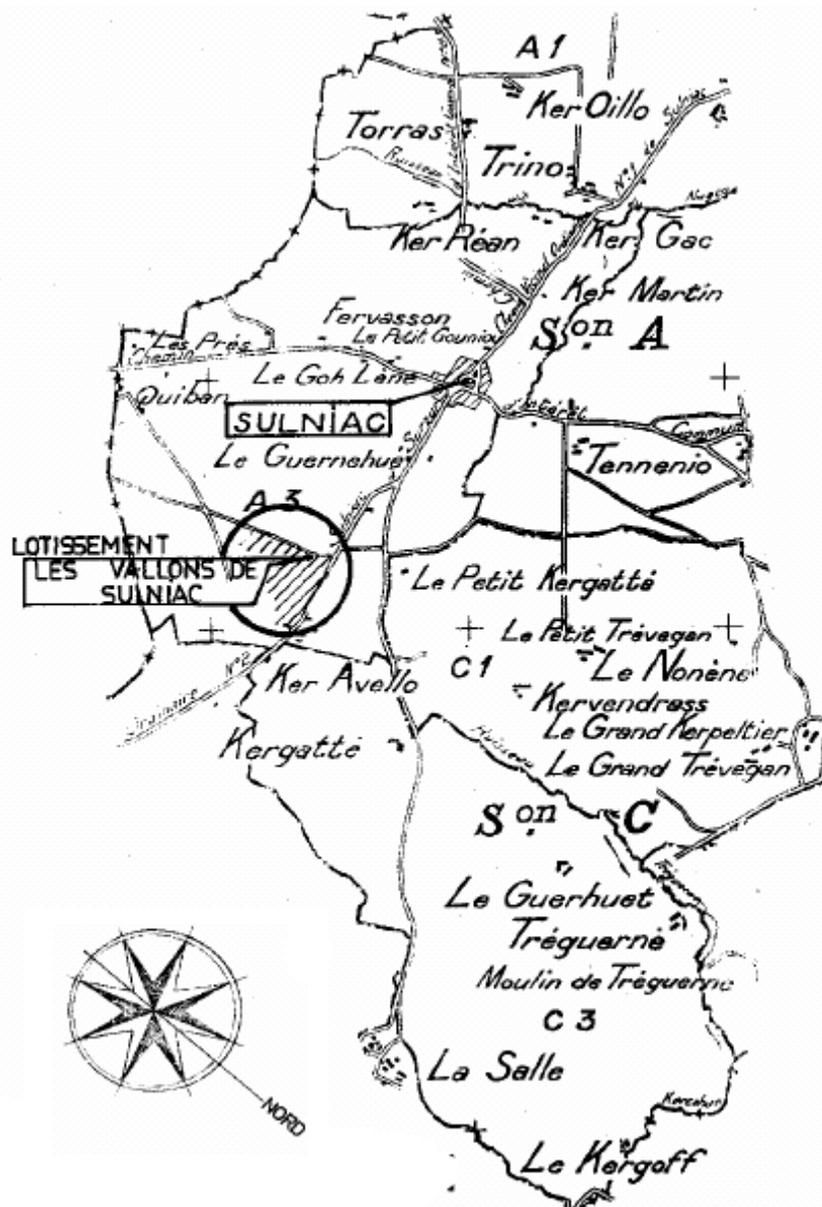

Figure 1 : plan de situation
2.2. Plan de situation (Figure 1)